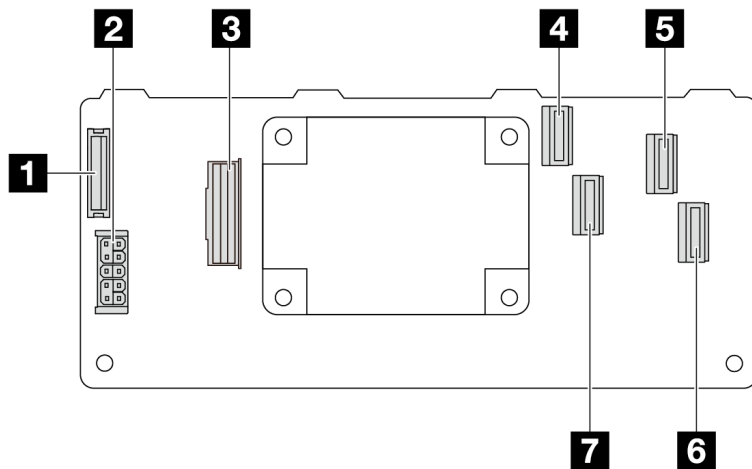

图 299. Gen 3 16i CFF RAID 适配器 (四个端口接口)
- 第 293 页图 299 “Gen 3 16i CFF RAID 适配器（四个端口接口）”